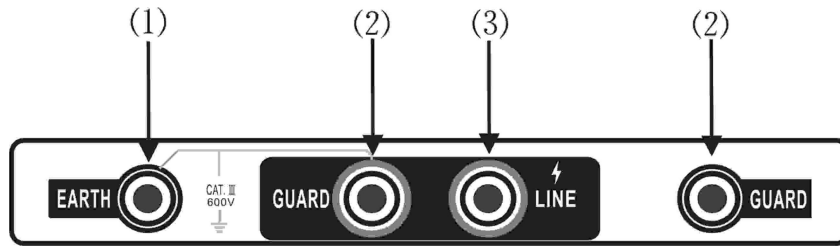

图 3：测试端接线图
- 3) 将带高压测试线红色插头端插入(3) LINE端，绿色插头端插入(2) GUARD端，另一端探针或夹子接于被试设备的高压导体上。将测试线副线(绿色)插入(2) GUARD端(右手边)，另一端接于被试设备的高压护环上，以消除表面泄漏电流的影响(详见“屏蔽端的使用方法”相关内容)。将另外一根黑色副线测试线插入地端(EARTH) (1) 端，另一头接于被试设备的外壳或地上，如图3所示。